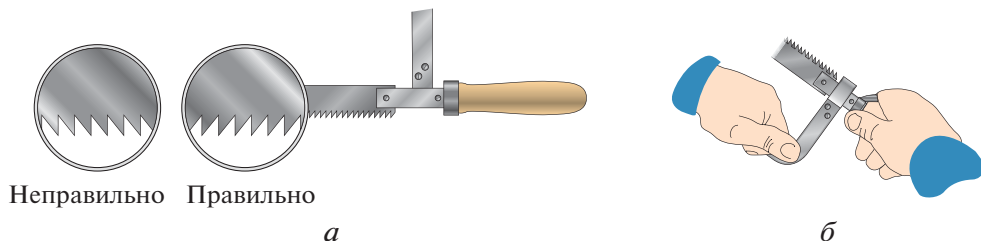

Рис. 5.25. Подготовка ножовки к работе: а — установка полотна в ножовку; б — натяжение ножовочного полотна
2. Ножовочное полотно устанавливают в прорезы головки так, чтобы наклон зубьев был направлен от ручки (рис. 5.25, а).
(рис. 5.25, б). Для этого нельзя использовать ручные тиски, плоскогубцы.